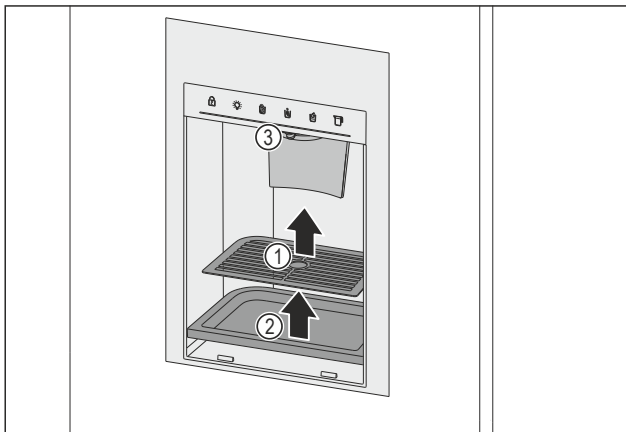

Fig. 155 Het lekrooster en de lekbak verwijderen
- ▶ Lekrooster Fig. 155 (1) verwijderen.
- ▶ Lekbak Fig. 155 (2) verwijderen.
- ▶ Reinig de uitloop Fig. 155 (3) en de omgeving met een zachte, schone doek, lauwwarm water en een beetje afwasmiddel.